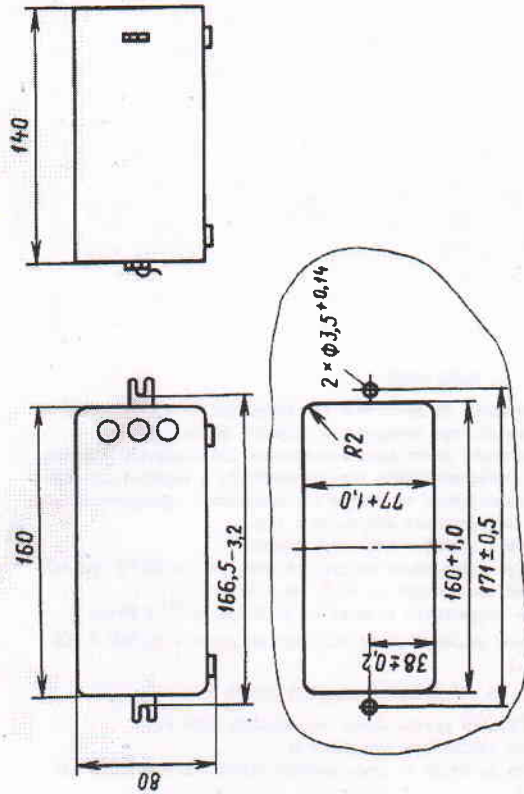

Рис.2. Габаритный чертеж секундомера и разметка шита под установку секундомера СЭЦ-10000Ц
- 3.11. Габаритные размеры и установочные размеры секундомера см. на рис.2.
В режиме ручного управления интервал времени измеряется нажатием и отпусанием выносной кнопки ПУСК, подключаемой к внешнему разъему секундомера (схемы подключения приведены на рис. 2, 10).